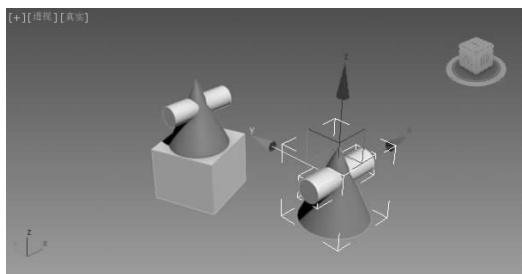

图 3.19 复制效果
(5) 选中圆锥体和圆柱体, 选择工具栏中移动工具按钮 , 按住 Shift 键移动到合适位置, 在弹出“克隆选项”对话框中设置对象及副本数, 如图 3.18 所示。单击“确定”按钮, 复制完成后效果如图 3.19 所示。